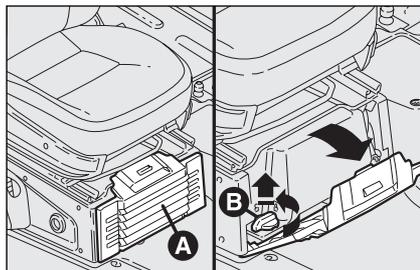
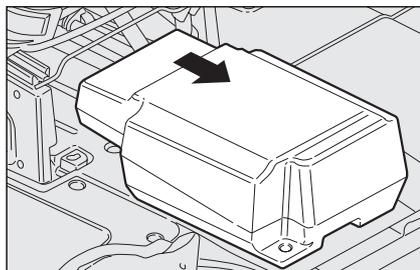

Abb. 46
Abb. 47
- Die Klappe **A** öffnen und gemäß Darstellung in **Abb. 46** abnehmen;
- Den Blockierungsgriff **B** gegen den Uhrzeigersinn drehen und abnehmen **Abb. 46**, um den Kasten **Abb. 47** herausnehmen zu können;